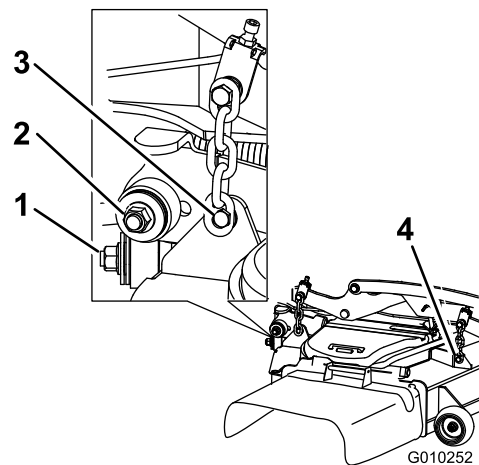

**Figura 113**
5. Levante la chapa de suelo e introduzca una llave dinamométrica en el taladro cuadrado del brazo tensor de la carcasa (Figura 113).
6. Gire cuidadosamente el brazo tensor de la carcasa en sentido horario y retire la correa del cortacésped (Figura 113).